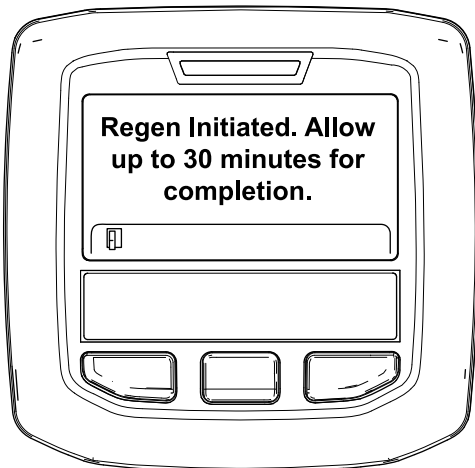

Figura 39
- Si la regeneración está permitida, en el InfoCenter se muestra el mensaje "Regeneración iniciada. Esperar 30 minutos para que se complete", espere a que la máquina complete el proceso de regeneración en estacionamiento (Figura 39).